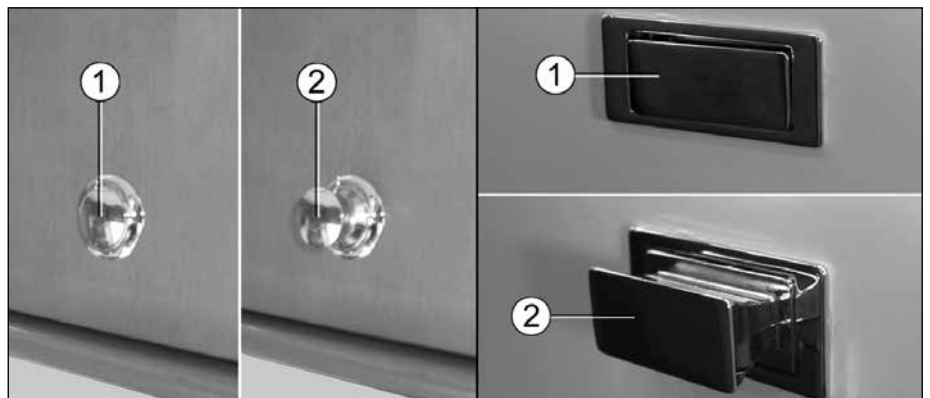

Fig. 36 Fermeture push-lock fermée/ouverte
- Ouvrir (Fig. 36, pos. 2) et fermer (Fig. 36, pos. 1) la fermeture push-lock en appuyant sur le bouton.